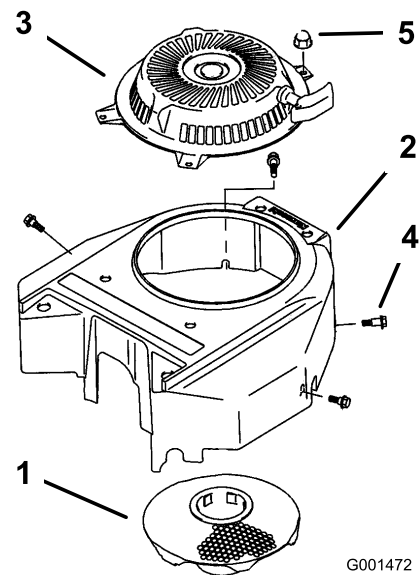

Figure 38
3. Retirez la grille d'entrée d'air, le lanceur et le boîtier du ventilateur (Figure 38).
5. Reposez la grille d'entrée d'air, le lanceur et le boîtier du ventilateur (Figure 38).